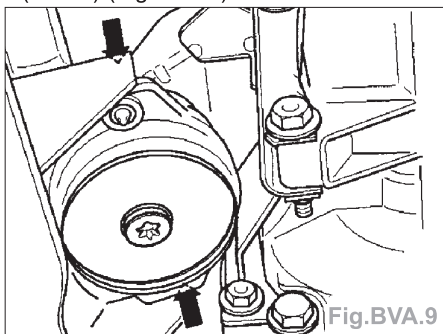

Fig. BVA.9
- Ajuster le dispositif de maintien de manière à ce que le coulisseau (B) vienne toucher le tube droit (flèche).
- Fixer le dispositif de maintien sur le berceau (A) et sur le support auxiliaire (3184/1) en vissant à fond les équerres de tôle.
- Délester le palier d'ensemble mécanique pour moteur/BV en serrant l'axe (C).
- Déposer la console avec le silentbloc, en la dévissant à l'arrière du berceau (flèche) (Fig. BVA.9).